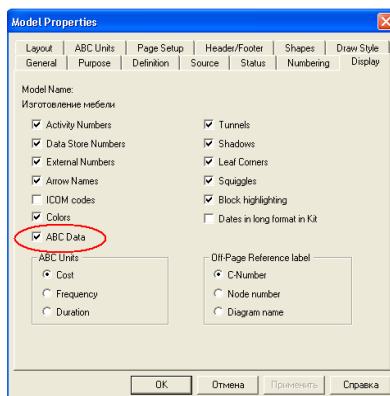

Рис.6.4. Вкладка Display диалога Model Properties
3. Для отображения стоимости каждой работы в нижнем левом углу прямоугольника перейдите в меню **Model - Model Properties** и во вкладку **Display** диалога **Model Properties** включите опцию **ABC Data** (рис. 6.4.).